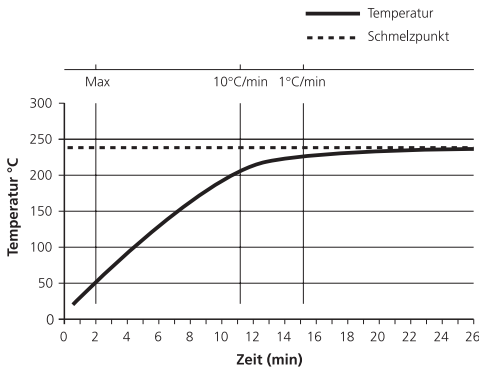

Abb. 6
6. Um den Schmelzbereich schnell und präzise bestimmen zu können, muss die Probe zunächst schnell auf Temperatur gebracht werden, um dann bei Annäherung an den Schmelzbereich eine weitaus niedrigere Heizrate zu verwenden (Abb. 6 zeigt die ideale Erhitzungskurve für eine Probe mit einem Schmelzbereich von 240°C).